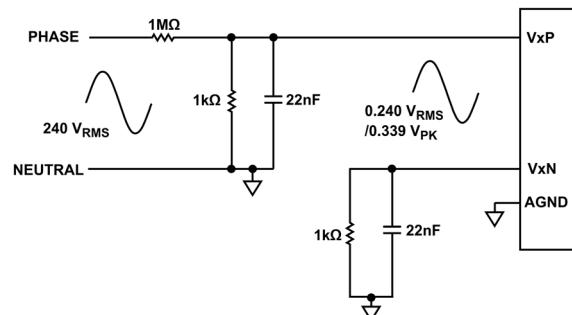
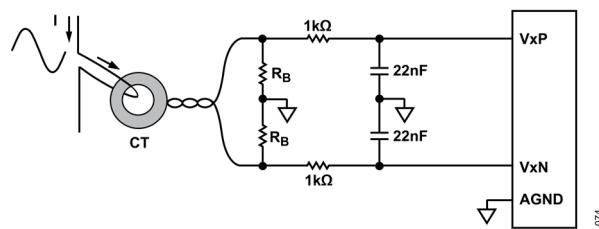

図 62. 抵抗分圧器を通じて検出される位相電圧
図 63. カレント・トランスの電流センサー・インターフェース回路
図 62 に、ADC チャンネルへの擬似差動入力信号を生成する、メインの電圧を測定するためのインターフェース回路を示します。図 63 に示すように、負荷抵抗がセンター・タップにあるカント・トランジス (CT) が、ADC 入力に差動の逆相信号を発生します。図 64 に、ロゴスキー・コイル電流センサーに接続するための推奨回路を示します。